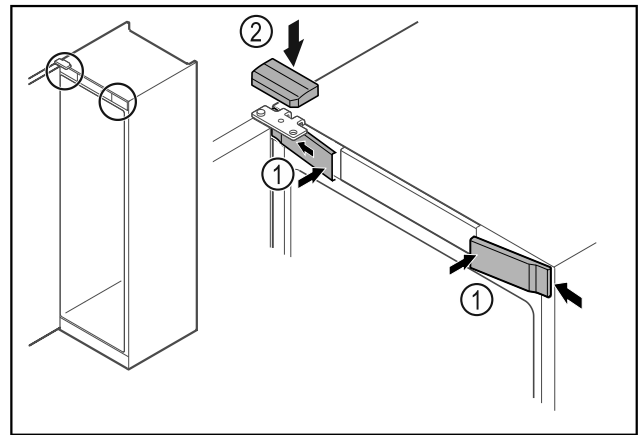

Fig. 47 \*
- ▶ Přední kryty Fig. 47 (1) bočně zahákněte a zaklapněte.\*
- ▶ Horní kryt Fig. 47 (2) shora zaklapněte.\*